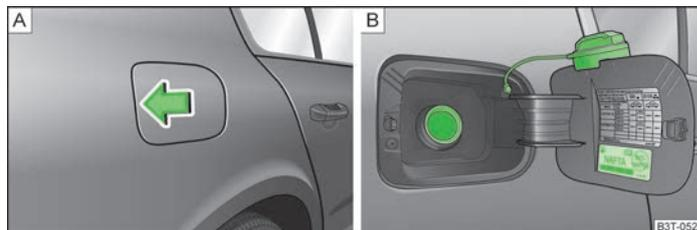

Abb. 155 Fahrzeugseite hinten rechts: Tankklappe öffnen / Tankklappe mit aufgeschraubtem Verschluss
Auf der Innenseite der Tankklappe sind die richtigen Kraftstoffarten für Ihr Fahrzeug, sowie die Reifengröße und der Reifenfülldruck angegeben » **Abb. 155** auf Seite 180 - **B**.
- Auf die Mitte des linken Bereichs der Tankklappe drücken » **Abb. 155 - A**.
- Den Tankverschluss linksherum herausdrehen und von oben auf die Tankklappe stecken » **Abb. 155 - B**.